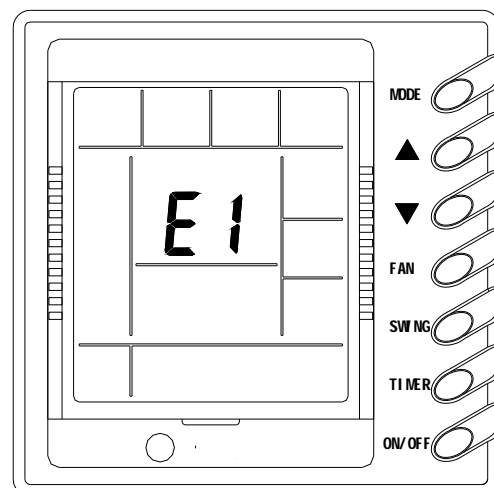

Рис. 9
7) Сигналы о неполадках (Рис. 9)
- ❖ Если возникла неисправность кондиционера, ее код появляется в зоне дисплея, где обычно отображается температура воздуха. На рис. 9 показан код неисправности E1 – значит, сработала защита компрессора по высокому давлению